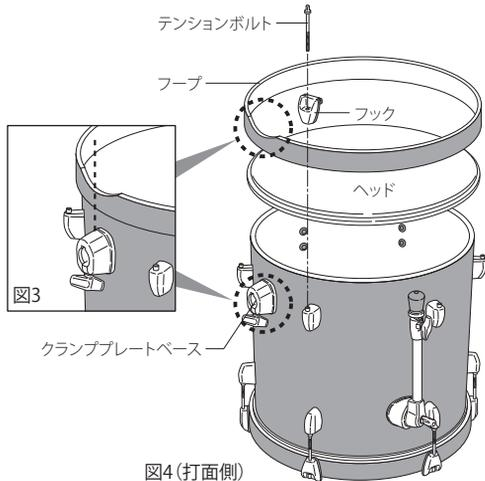

図4 (打面側)
3. シェルの反対側（打面側）を上にして、フロント側同様にヘッドとバスドラムフープをシェルに乗せます。バスドラムフープは切込みがクランププレートベースと同じ位置になるように向きを調整してください（図3）。バスドラムフープの位置が決まりましたら、フロント側と同じ手順でテンションボルトをフックに通してラグに取り付けてください（図4）。